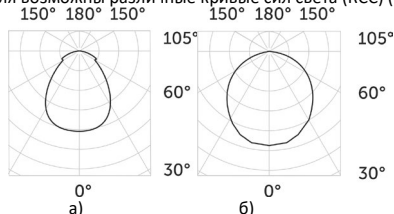

Рисунок 3: а) Микропризма 90°, б) Опал поликарбонат (120°).
3.3. В зависимости от типа рассеивателя возможны различные кривые сил света (КСС) (см. рисунок 3).